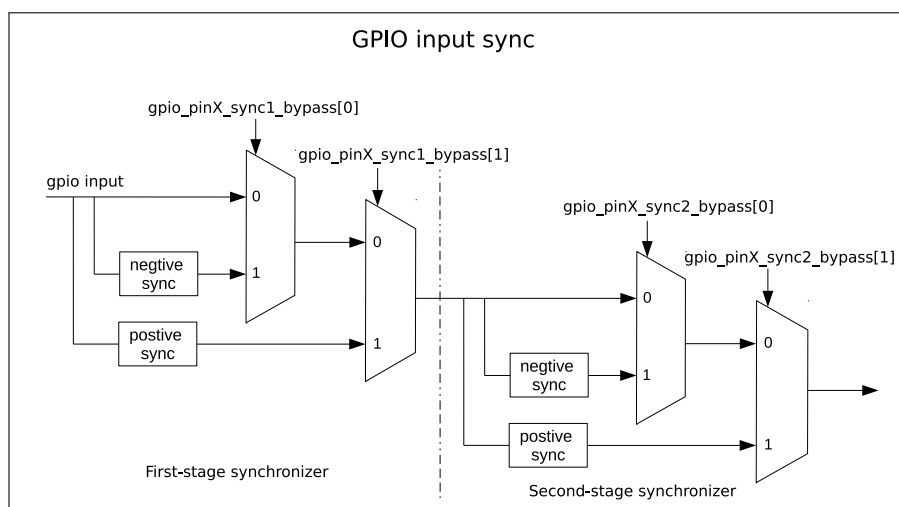

图 5.2-1. GPIO 输入经 clock 上升沿或下降沿同步
GPIO SYNC 模块的功能如图 5.2-1 所示。其中，negative sync 为 GPIO input 经过 APB clock 的下降沿同步，positive sync 为 GPIO input 经过 APB clock 上升沿同步。
- 如图 5.2-1 所示，配置 `GPIO_PIN $x$ _SYNC1_BYPASS` 使能输入信号第一拍为上升沿或者下降沿同步。
- 如图 5.2-1 所示，配置 `GPIO_PIN $x$ _SYNC2_BYPASS` 使能输入信号第二拍为上升沿或者下降沿同步。